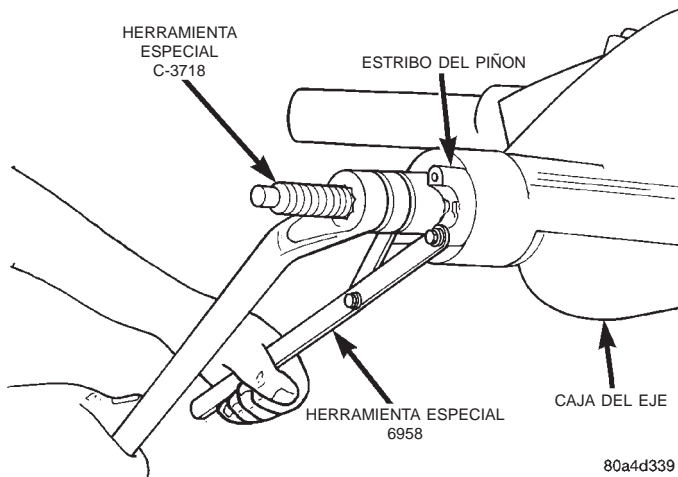

Fig. 22 Instalación del estribo del piñón
(5) Instale el estribo con el instalador C-3718 y la herramienta de sujeción 6958 (Fig. 22).